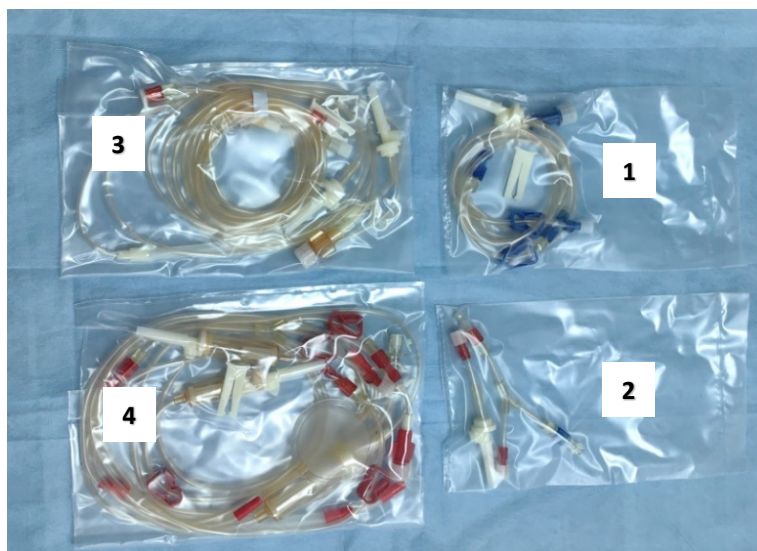

Рисунок 2.10
- 2.7. Распакуйте систему-магистраль СМ-ПФ-01 к аппарату «Гемма» универсальная на стерильной поверхности (рис. 2.10). Из данного набора для проведения процедуры понадобится элементы 1, 2 и 3 (элемент 4 использовать нет необходимости). Из элемента под цифрой 2, необходимо использовать только трехходовый переходник, который изображен на рисунке 2.11